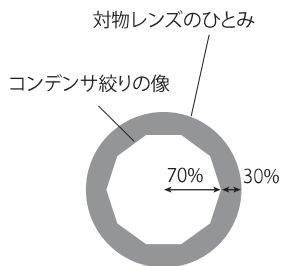

図8
- (1) コンデンサ絞りを反時計回りに回して限界まで絞り込んでから接眼レンズを取り外します。その後、鏡筒内を覗きながら、徐々に絞りを開いていきます。絞りの大きさが対物レンズのひとみ(視野の外周)と重なったときにコンデンサの開口数と対物レンズの開口数が同じになります。このとき解像度が一番高くなりますが、コントラストは少し悪い状態なので、実際には対物レンズのひとみの直径の70～80%までコンデンサ絞りを絞り込んだほうがよく見えます(図8)。